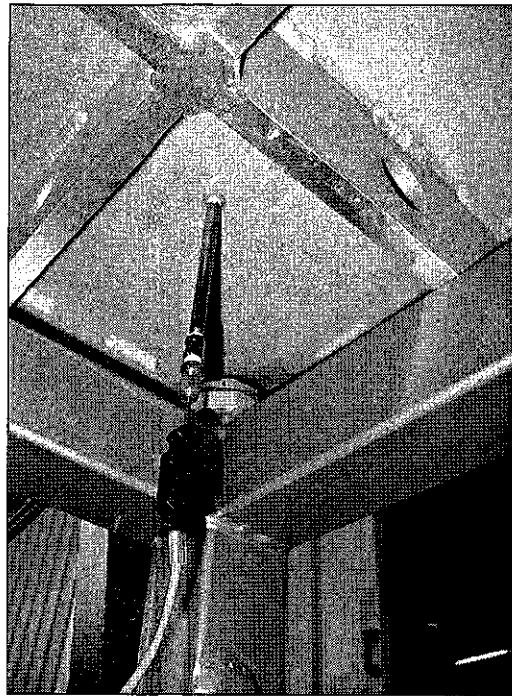

Fig 7/8
3. Alzare la piastra di alluminio (fig. 7/7) quanto basta per riuscire a svitare le viti (fig.7/9) poste sotto la piastra ed in riferimento alla resistenza da sostituire.